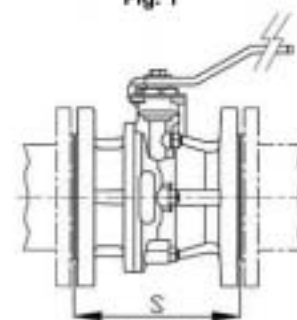

Fig. 2
- Inserire le guarnizioni di tenuta tra le flange della valvola e le flange della tubazione. Verificare che le guarnizioni siano posizionate correttamente. La distanza S tra le controflange deve essere pari allo scartamento della valvola. Non utilizzare i bulloni delle controflange per avvicinare la tubazione fig.2.